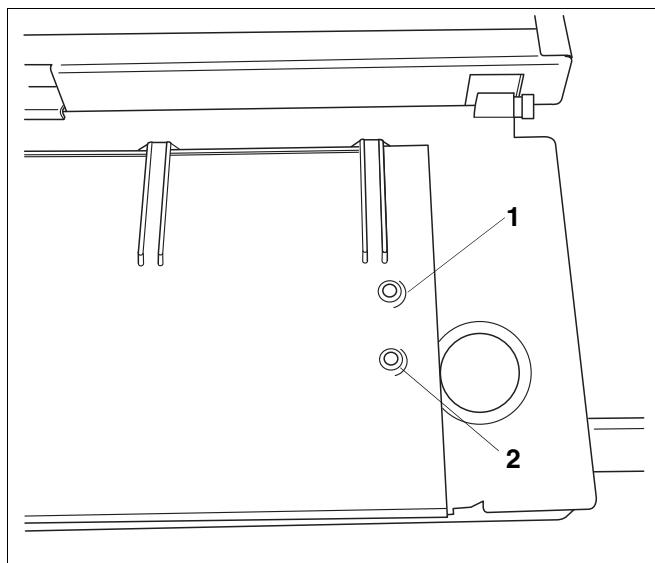

Рис. 21 Потенциометр для настройки максимальной отопительной мощности
- Поворачивать потенциометр "max. Heizleistung" (рис. 21, поз. 2):
Легенда к рис. 21: Потенциометр